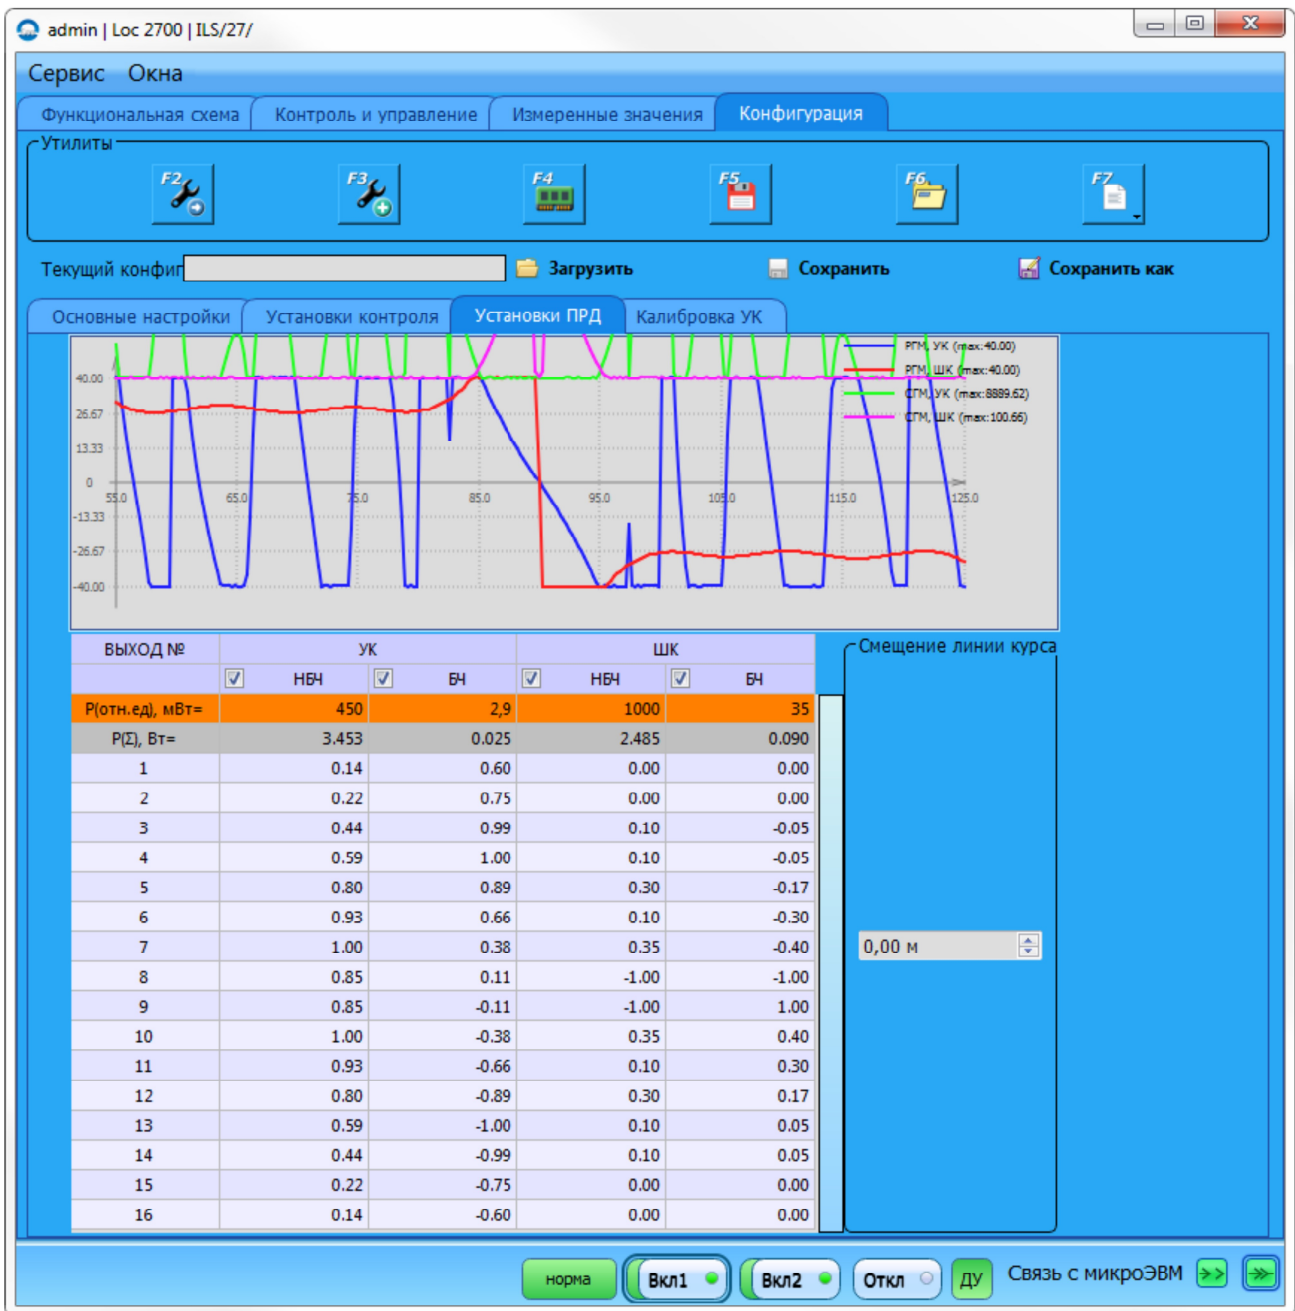

Рисунок 2.6 – Вкладка «Конфигурация» – «Установки ПРД»
2.6.2.2 Вкладка «Конфигурация» – «Установки ПРД» (рисунок 2.6) содержит таблицу амплитудно-фазового распределения (АФР) по сигналам НБЧ, БЧ УК (ШК).